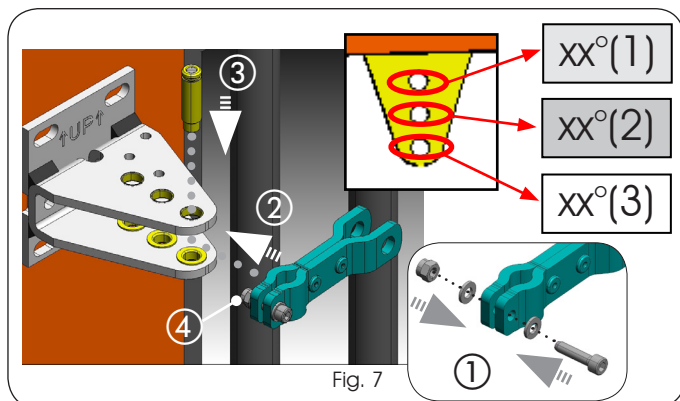

Fig. 7
2. Pre-monte la horquilla (Fig. 7 ref. ①) sin apretar la tuerca. Después de definir el agujero de fijación en la abrazadera trasera (véase la Tabla 1, los recuadros blancos o grises), monte la horquilla (Fig. 7 ref. ②). Asegure en su lugar mediante la inserción del perno específico suministrado (Fig. 7 ref. ③), luego apriete la tuerca (Fig. 7 ref. ④).